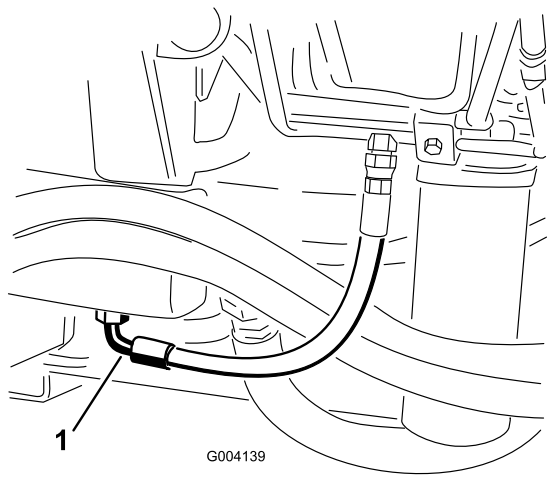

图65
2. 在液压油箱底部安装的接头下面放置一个大放油盘图 65。